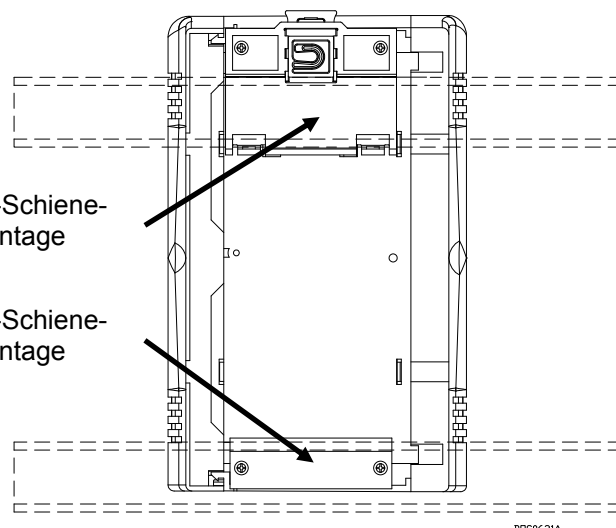

Abbildung 4. Rückseite der FFI
3. Das FFI-Gehäuse wird auf zwei DIN-Schienen mit 35 x 7,5 mm montiert. Siehe *Abbildung 4*.